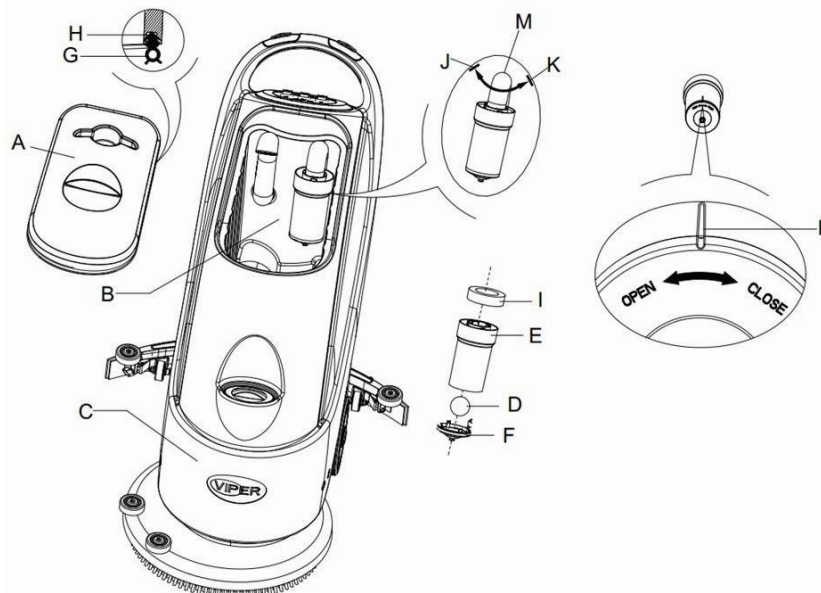

Figure 16
2. Appuyez sur l'interrupteur d'alimentation (41) sur la position "O" pour éteindre la machine.
3. Ouvrez le couvercle du réservoir de récupération (A, Figure 16) et retirez le dispositif de flotteur (36) du réservoir de récupération.
4. Utilisez de l'eau propre pour nettoyer le couvercle du réservoir de récupération (A), le réservoir (B et C) et le cadre de support du filtre à flotteur (E). À l'aide du flexible de vidange (15), vidangez toute l'eau du réservoir d'eau sale.
5. Si nécessaire, en suivant les symboles "Ouvrir" et "Fermer" comme indiqué sur la Figure 16, ouvrez le couvercle du fond (F) du filtre à flotteur et nettoyez le flotteur (D), le cadre de support du filtre à flotteur (E) et le filtre éponge (I). Après le nettoyage, fixez le flotteur sur le cadre de support du filtre à flotteur (E) puis alignez la rainure de marquage (L) du couvercle du fond (F) du filtre à flotteur avec la rainure de marquage (L) du cadre de support du filtre à flotteur (E). Serrez le couvercle du fond (F) du filtre à flotteur en le tournant et fixez le filtre éponge (I) sur le cadre de support du filtre à flotteur (E) puis sur le tube d'aspiration (M).
6. Vérifiez la solidité de la bague d'étanchéité (G) du couvercle du réservoir d'eau.
Si nécessaire, la bande d'étanchéité du réservoir d'eau (G) peut être retirée de la rainure (H) et remplacée. Lors de l'assemblage d'une nouvelle bande d'étanchéité sur le réservoir d'eau, sache comme indiqué sur la Figure 16 ci-dessous, installez le raccord sur la section médiane de la partie arrière.
7. Vérifiez si la surface de réception de la bande d'étanchéité (G) est intacte et isole correctement.
8. Fermez le couvercle du réservoir de récupération (A).